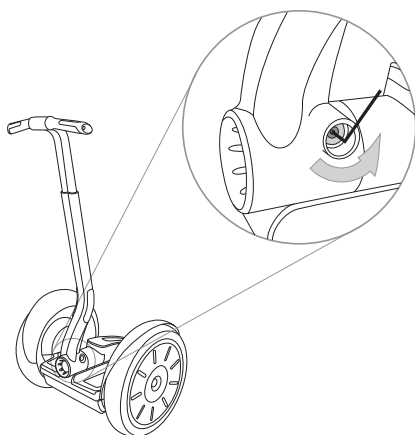

Figura 1. Rimuovere la vite di fermo del montante LeanSteer
2. Con una chiave a brugola esagonale da 5 mm, togliere la vite di fermo del montante LeanSteer. Vedere la Figura 1.